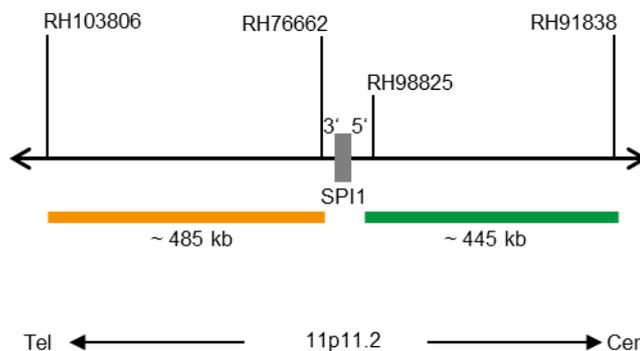

Fig. 1: SPEC SPI1 Mapa de la sonda (no está a escala)
- Polinucleótidos marcados en verde (excitación a 503 nm/emisión a 528 nm) ZyGreen (~10,0 ng/μl), dirigidos a secuencias localizadas en 11p11.2* (chr11:47,424,117-47,867,019) proximales a la región del punto de ruptura de SPI1 (ver Fig. 1).
- Polinucleótidos marcados en naranja (excitación a 547 nm/emisión a 572 nm) ZyOrange (~4,5 ng/μl), dirigidos a secuencias localizadas en 11p11.2* (chr11:46,871,411-47,354,083) distales a la región del punto de ruptura de SPI1 (ver Fig. 1).